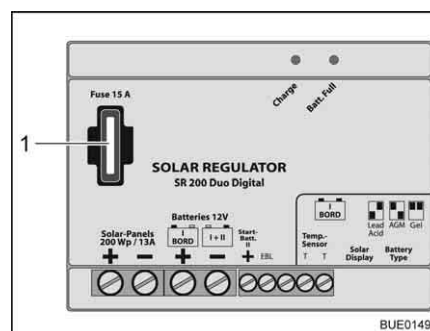

Fig. 150 Fusible pour le régulateur de panneau solaire 140/200 W
- Changer le fusible plat 15 A/bleu (Fig. 150,1).